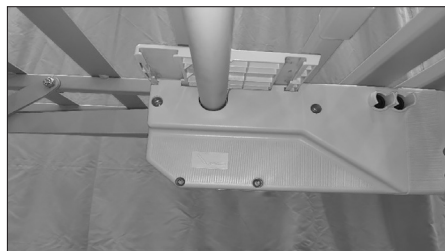

Fig.12
3. Chiudere il vano del meccanismo con gli appositi coperchi, facendoli scorrere lateralmente facendo attenzione a non staccare il motore dalle sezioni (**Fig.12**)